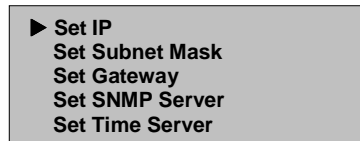

図24: [Set IP]
5. [Ethernet]サブメニューで、[Set IP]にスクロールします (図24を参照)。
5. [Ethernet]サブメニューで、[Set Subnet Mask]にスクロールします（図24を参照）。
5. [Ethernet]サブメニューで、[Set Gateway]にスクロールします（図24を参照）。
5. [Ethernet]サブメニューで、[Set SNMP Server]にスクロールします（図24を参照）。
5. [Ethernet]サブメニューで、[Set Time Server]にスクロールします（図24を参照）。